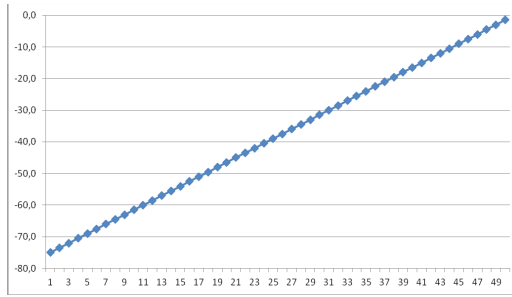

fig. 4
4. Courbe #4 - Ceci est une courbe linéaire -in-dB (fig. 4)